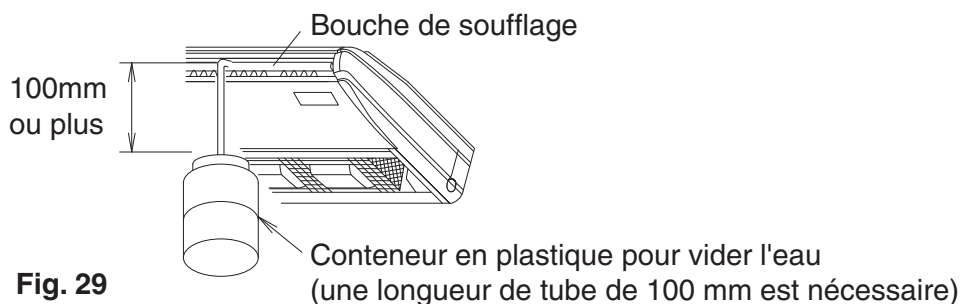

Fig. 29
- Ajoutez progressivement environ 0,6 litre d'eau pour la vérification de l'évacuation dans le bac d'évacuation à partir de la sortie d'air. (**Reportez-vous à la Fig. 29**).